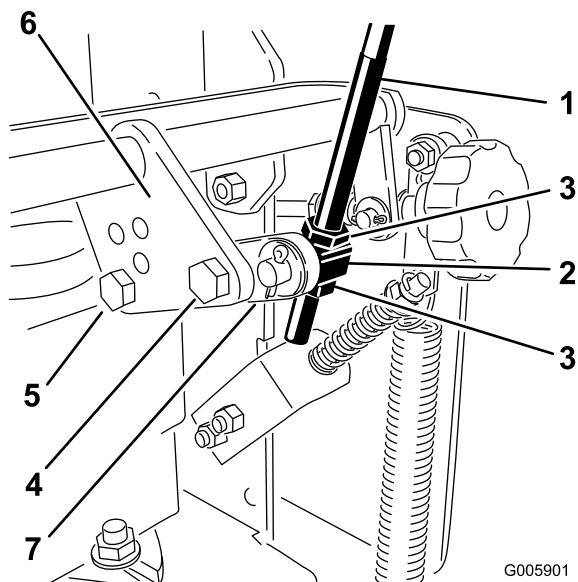

Figure 17
- Desserrez les écrous de fixation du pivot accouplé à la manivelle de commande de vitesse (Figure 17).
- Retirez le boulon avant de la manivelle de commande de vitesse (Figure 17).
- Desserrez le boulon arrière qui fixe la tige de commande de vitesse à la manivelle de commande de vitesse (Figure 17).
11. Ajustez le pivot sur la tige de commande de vitesse et serrez les écrous contre le pivot (Figure 17).